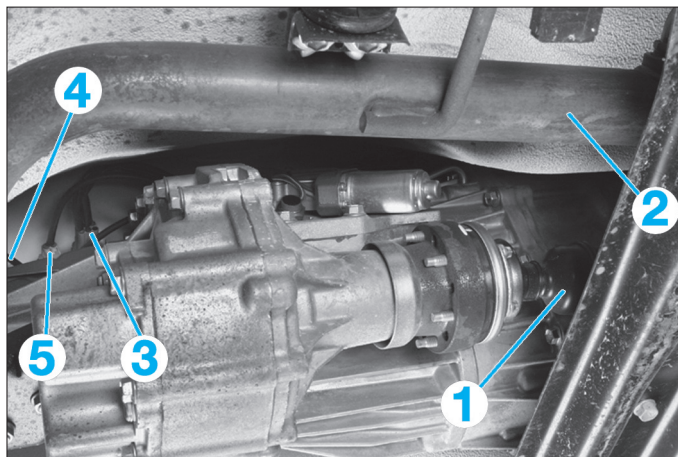

FIG. 5
- Déposer les arbres de transmission longitudinaux avant (1) (Fig.5) et arrière (voir chapitre "Transmissions-Ponts").
- Déposer le tuyau d'échappement intermédiaire (2) relié au silencieux.